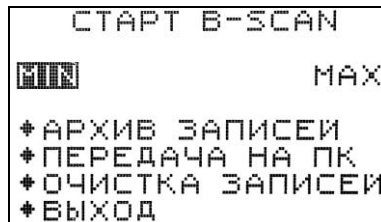

Рис. 14
8.4.1 В основном измерительном режиме клавишами "Стрелка вверх" и "Стрелка вниз" установить курсор на индикаторе на надпись "СКАН" и нажать клавишу "Ввод". Прибор перейдет в меню В-SCAN (Рис. 14):